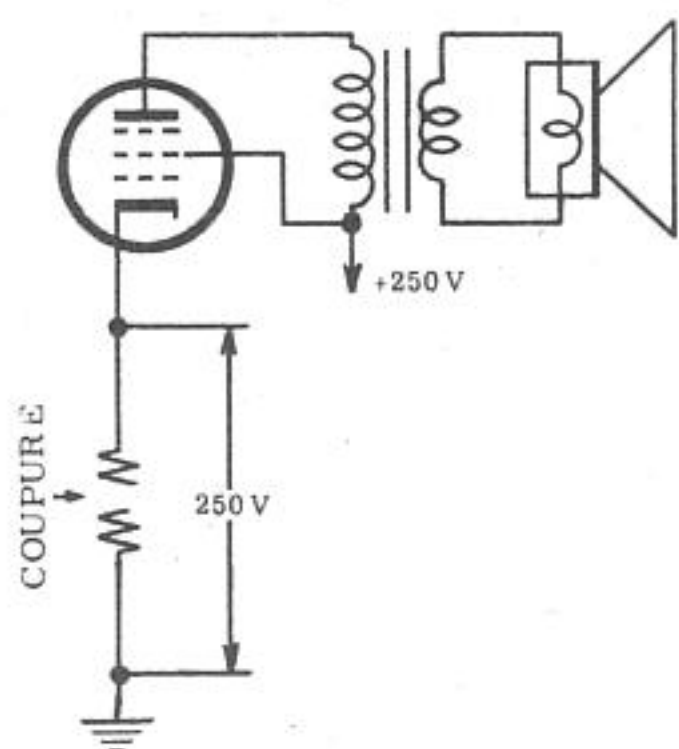

Fig. 7 - Si la résistance de cathode est coupée, toute la tension anodique est appliquée entre la cathode et la masse.
c) Une autre cause de non fonctionnement de l'étage final réside dans la coupure de la résistance de cathode. Dans ce cas, le courant du tube est nul, par suite de l'interruption du circuit. Dans ces conditions, la haute tension toute entière est appliquée entre la cathode et la masse (ce que l'on peut vérifier à l'aide du contrôleur, comme l'indique la figure 7). Si, comme cela se passe dans la plupart des cas, il existe un condensateur électrolytique en parallèle avec la résistance (condensateur cathodique) et lorsque cette dernière est coupée, le condensateur est soumis à la tension anodique toute entière: par conséquent, un tel condensateur ne peut, généralement supporter qu'une tension maximum de 25 volts, le diélectrique se perce et le condensateur (en court-circuit) permet le passage du courant. Alors dans ce cas, la chute de tension qui détermine la polarisation de grille étant nulle, on est en présence d'une distorsion de l'audition (voir figure 8).